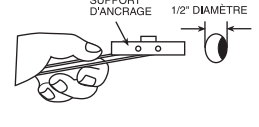

Figure 3
- Percer un trou de 1,3 cm (1/2 po) dans le panneau mural sur le côté sans montant de cloison seulement (voir Figure 2A). Maintenir le canal métallique à plat contre les sangles en plastique et glisser le canal dans le trou (voir Figure 3).